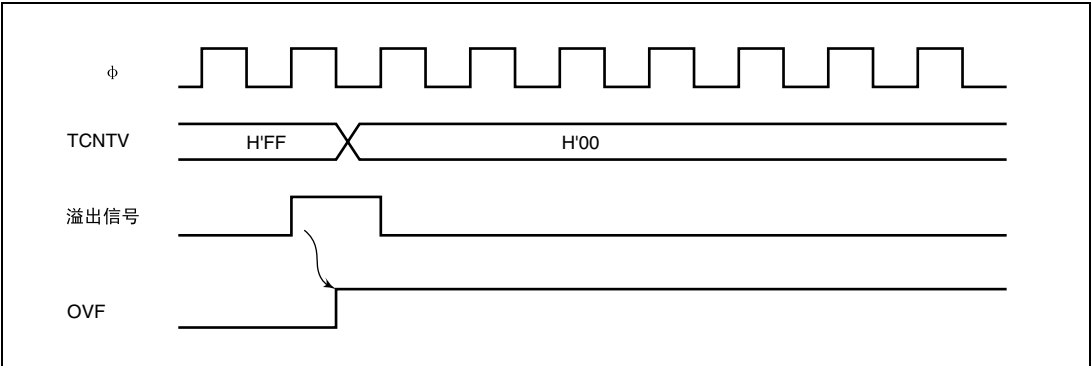

图 10.4 OVF 的置位时序
2. 如果TCNTV从H'FF溢出到H'00, TCSRv的OVF就被置位。此时的时序如图10.4所示, 如果TCRV0的OVIE为1, 就向CPU发出中断请求。